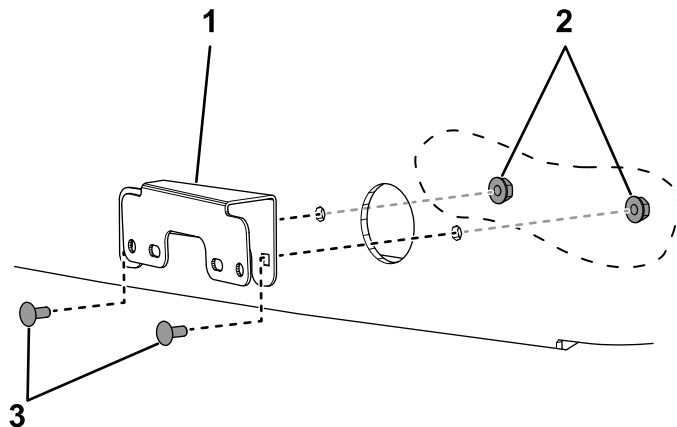

图 23
3. 用 4 个托架螺栓#10 x 1/2 英寸和 4 个锁紧螺母 (#10) 将 2 个转向灯支架安装到机罩上 图 23。